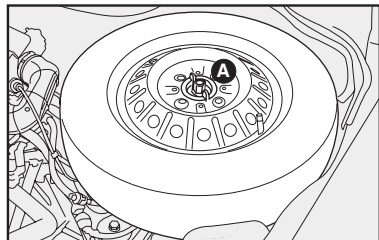

fig. 2
2. SAQUE LA RUEDA DE REPUESTO - fig. 2
La rueda de repuesto está ubicada en el cofre del motor. Abra el capó, quite el dispositivo de bloqueo **A-fig. 2** y saque la rueda de repuesto.